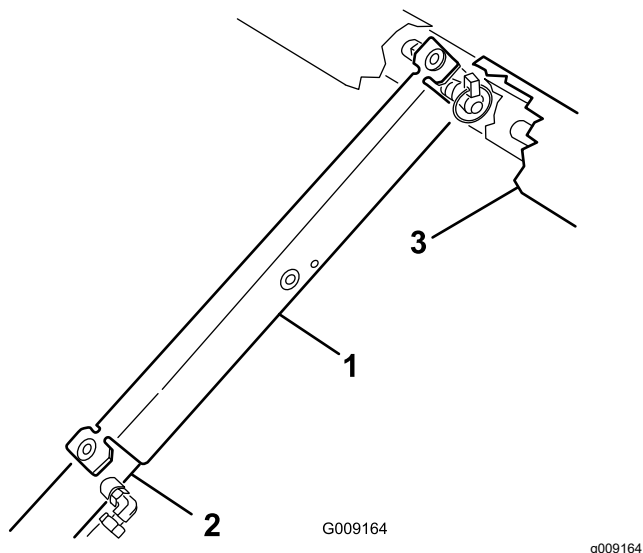

図 2
3. サポートをシリンダロッドにはめ込んで、安全サポートの端部でシリンダバレルの端とシリンダロッドの端を確実に支える 図 2。